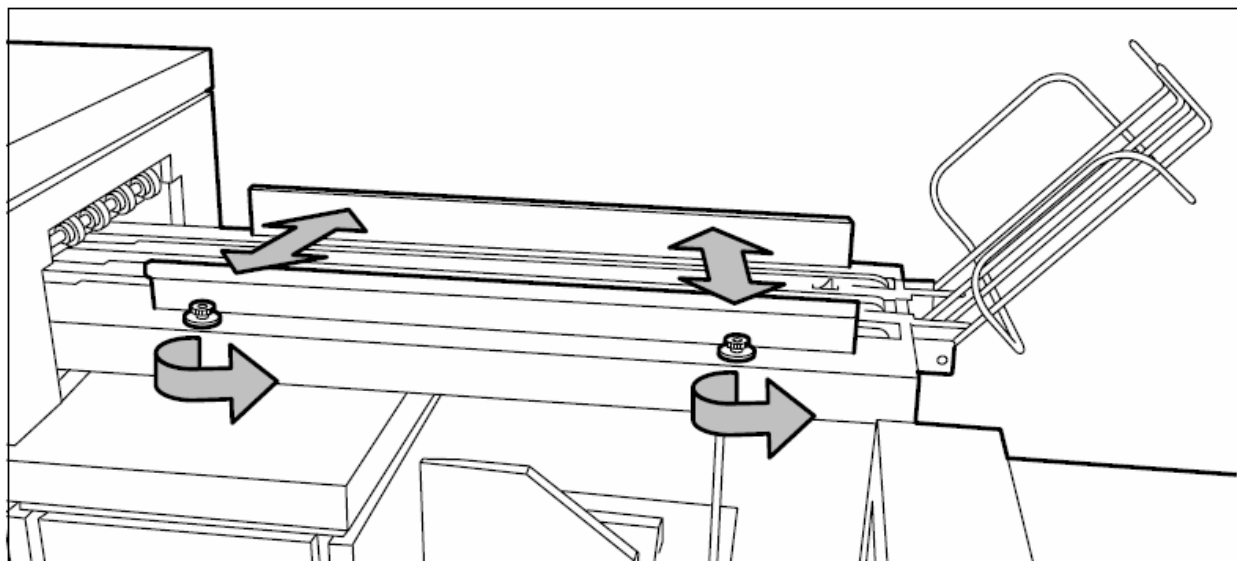

Рисунок 161. Регулировка положения боковых направляющих в ленточном выходном устройстве
1. Ослабьте гайки с накаткой (смотрите рисунок 161).